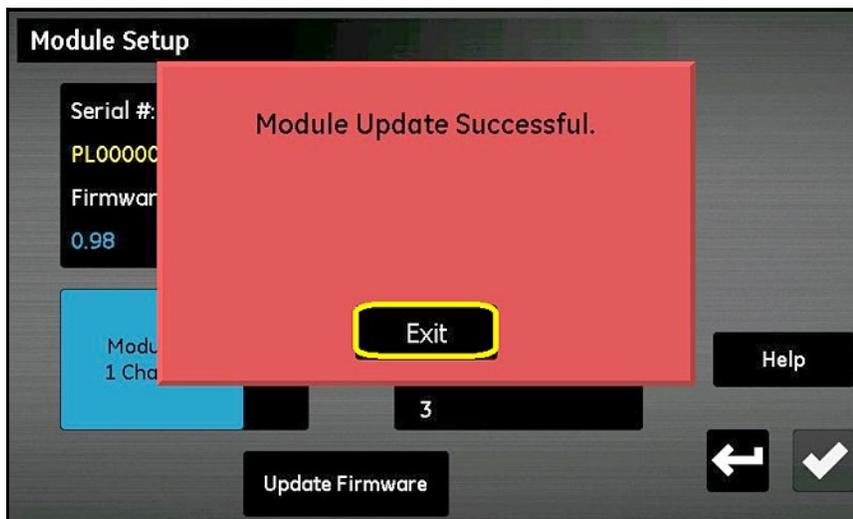

Abbildung 98: Installation erfolgreich
7. Wenn die Aktualisierung abgeschlossen ist, fordert Sie das Messgerät auf, den Vorgang zu beenden (siehe *Abbildung 98* unten). Tippen Sie auf die Schaltfläche **Beenden**.